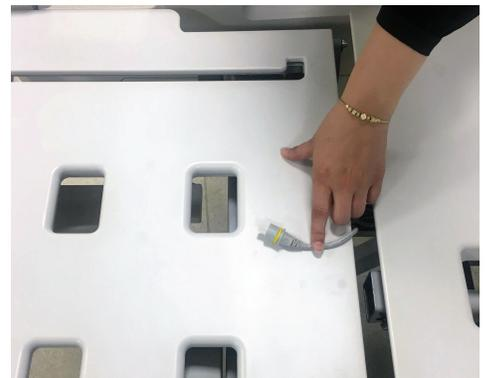

Abbildung 10 – Ausstecken des Batteriekabels aus dem Akku
5. Das Batteriekabel mit Klebeband am Gestell der Liegefläche befestigen (Abbildung 10).